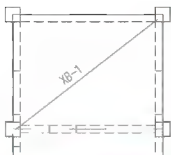

图 5.37 标注配板编号
(1) 执行菜单栏中的【工具】|【查询】|【角度】命令，测得斜线的角度为 38°。
(2) 将【Standard】文字样式设为当前文字样式。启动【单行文字】命令（快捷键 DT）。
① 在指定文字的起点或 [对正 J]/样式(S): 提示下，在斜线上方适当的位置单击，来确定文字的起点位置。
② 在指定高度 <2.5000>: 提示下，输入“300”，表示字高为 300mm。
③ 在指定文字的旋转角度 0: 提示下，输入“38”后按 Enter 键，表示文字逆时针旋转 38°。
④ 输入“XB-1”，按两次 Enter 键结束命令，结果如图 5.37 所示。